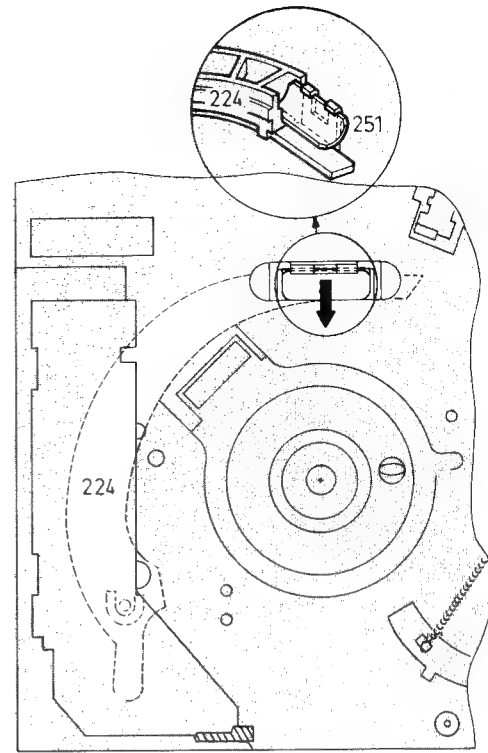

Bild 1-20
- Blattfeder Pos. 251 (Bild 1-20) durch das Loch in der Unterseite des Chassis ausbauen.